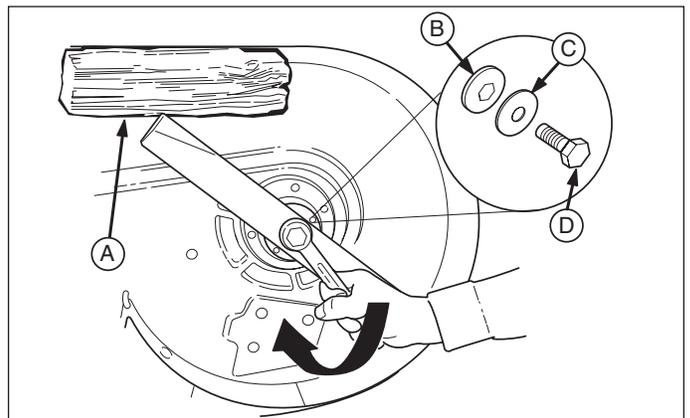

Figure 15. Montage de la lame
3. Retirer le boulon de fixation (A, figure 15), la rondelle élastique (C), la rondelle hexagonale (B) et la lame.
6. Remonter la lame (figure 15) avec les languettes dirigées vers la tondeuse comme l'indiquent les figures. Remonter la goupille de positionnement (E).
7. Remonter la rondelle hexagonale (B, figure 15), la rondelle élastique (C) et le boulon de fixation (D). Bloquer la lame avec une cale en bois (A) pour l'empêcher de tourner et serrer le boulon de fixation (D) à 61-75 Nm.